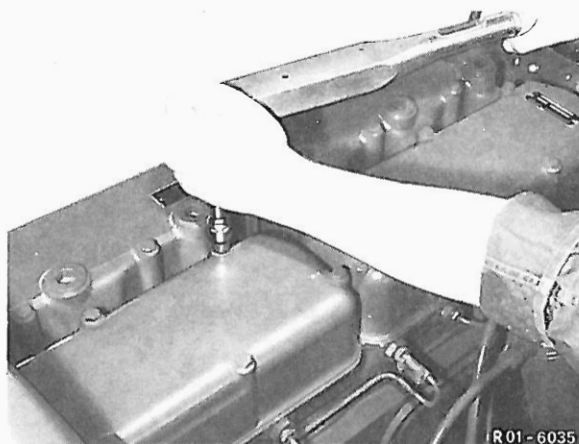

Bild 1
- 2 Zylinderkopfhaube auf Zylinderkopf aufsetzen und mit Drehmomentschlüssel 000 589 64 21 00 festziehen (Bild 1).